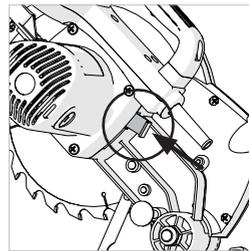

Abb. 26
- Den schwarzen Nabenarretierknopf drücken, um die Nabe zu arretieren. **(Abb. 26)**